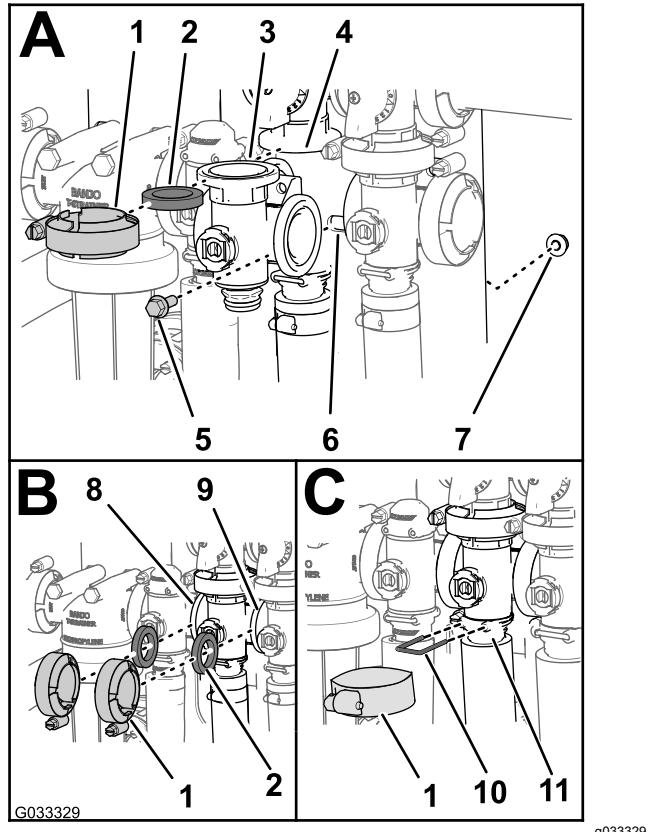

Figure 76
1. Alignez la bride du collecteur de la vanne d'agitation, 1 joint et la bride de la vanne de dérivation d'agitation (A de Figure 76).
2. Montez la vanne de dérivation d'agitation, le joint et le collecteur de vanne d'agitation avec un collier serré à la main (A de Figure 76).
3. Placez un joint entre les brides du régulateur de débit et du collecteur de la vanne d'agitation (B de Figure 76).
4. Montez le joint et le collecteur de la vanne d'agitation avec un collier serré à la main (B de Figure 76).
5. Placez un joint entre les brides du collecteur de la vanne d'agitation et de la vanne maîtresse des rampes (B de Figure 76).
6. Montez le collecteur de la vanne d'agitation, le joint et la vanne maîtresse avec un collier serré à la main (B de Figure 76).
7. Montez le collecteur de vanne d'agitation et la douille avec un collier serré à la main (C de Figure 76).
8. Fixez le raccord d'embout au raccord de sortie en insérant un étrier de fixation dans la douille du raccord de sortie (C de Figure 76).